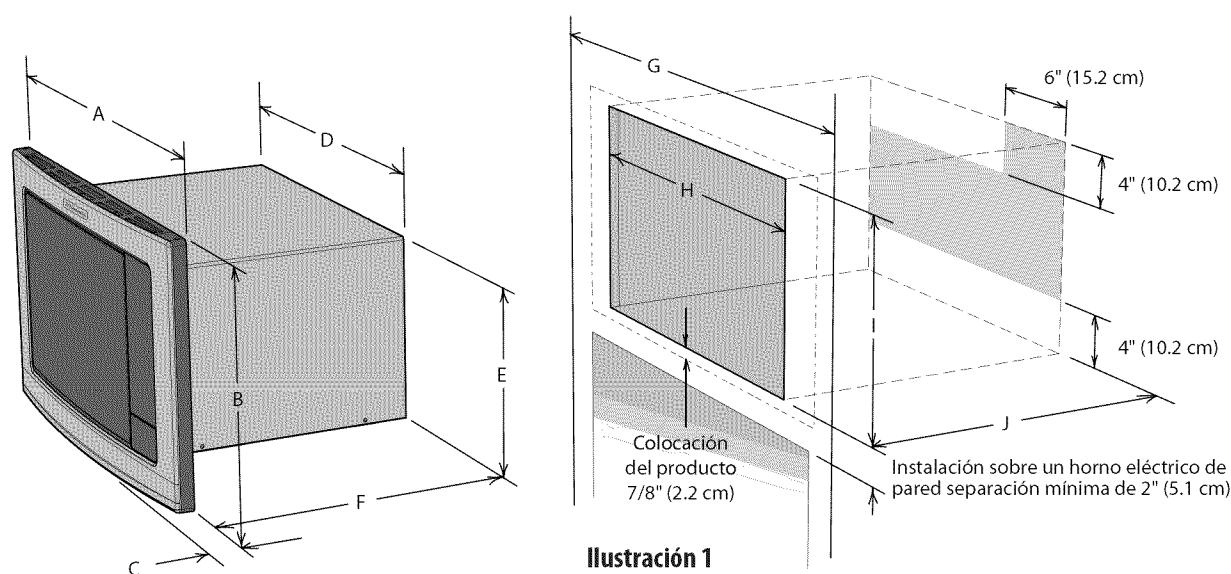

Ilustración 1
1. Haga una abertura en la pared o en el gabinete como se indica en la ilustración 1. La profundidad debe ser de un mínimo de 20" (50.8 cm). La superficie de la abertura debe ser construida de madera laminada lo suficientemente resistente para soportar el peso del horno microondas (aproximadamente 100 libras) y debe estar nivelada para obtener un funcionamiento adecuado del horno.
2. El tomacorriente NO debe estar en el área sombreada como se indica en la ilustración 1. En la parte posterior de la abertura, debe haber un tomacorriente eléctrico de tres clavijas polarizado de 115-120 volt CA, 15 amperios o mayor.
Consulte la ilustración 1. Todas las dimensiones están en pulgadas (cm).